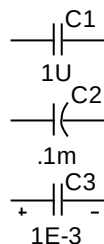

Рис. 5.5 – УГО конденсатора
5.2.2 Конденсатор (Capacitor) (рис. 5.5)
Представленные УГО конденсатора (рис. 5.5), показывают разновидности значений атрибута **SHAPEGROUP**: C1 — *main*; C2 — *electrolytic*; C3 — *polarity*.